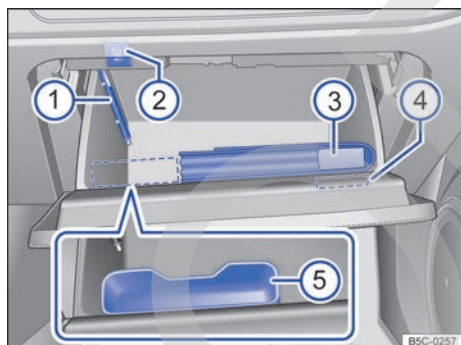

Fig. 123 En el lado del acompañante: guantera abierta.
La guantera se ha previsto para guardar la documentación de a bordo → fig. 123 (5).
En la guantera hay un soporte para un bolígrafo → fig. 123 (1).
En la tapa de la guantera hay un soporte para un bloc de notas → fig. 123 (4).
En función del equipamiento puede que en la guantera se encuentre la tecla del sistema de control de los neumáticos → fig. 123 (2) → pág. 219.
En función del equipamiento puede que en la guantera haya un estuche para gafas → fig. 123 (5).